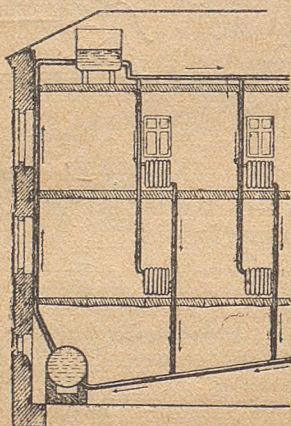

Рис. 188. Водяной отопленнёлõн схема.
12. Центральной водяной отоплениё. Водяной отоплениё керöма то кыдз. Зданнё подвальной помещениёын сувтöтöма пöдана (закрытой) котёл, кöдаын шонтöны ва. Котёлыс вывланись часть дынсянь мунö вöскö веськыт подъёмной труба. Вöскас сувтöтöма сідз шусян расширительной бак. Расширительной бак дынсянь вöскыс кузя мунö горизонтальной труба, кöда дынсянь улö зданнё комнатааз пыр мунöны вертикальной трубааз. Улын быдöс эна трубааз пырöны мöдик горизонтальной трубаö, кöда котёлас пырö улісянь (рис. 188). Вертикальной трубааз бердö крепитьсьöны трубааз, кöдна мунöны комнатааз кузя радиаторрез¹⁾ дынö—особой формаа чугунной ко-